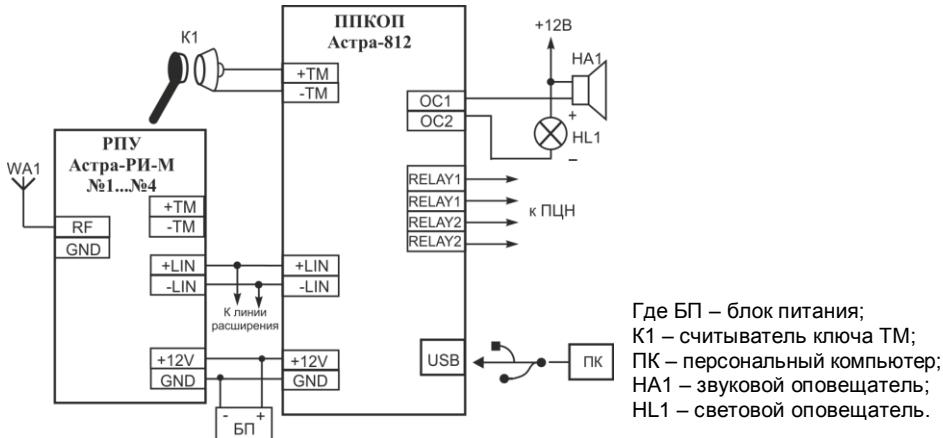

Рисунок 2 - Схема подключения РПУ к ППКОП «Астра-812»
3. Провести электрический монтаж к клеммам **РПУ** и **ППКОП** в соответствии со схемой подключений (рисунок 2).